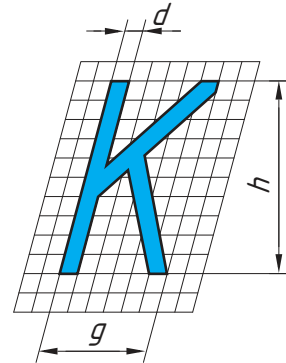

Рис. 26. Параметры чертежного шрифта
- ♦ *Размер шрифта* определяется высотой (h) прописных (заглавных) букв в миллиметрах по вертикали (рис. 26). Надписи на чертежах выполняют шрифтами следующих размеров: 2,5; 3,5; 5; 7; 10; 14; 20; 28; 40 мм.